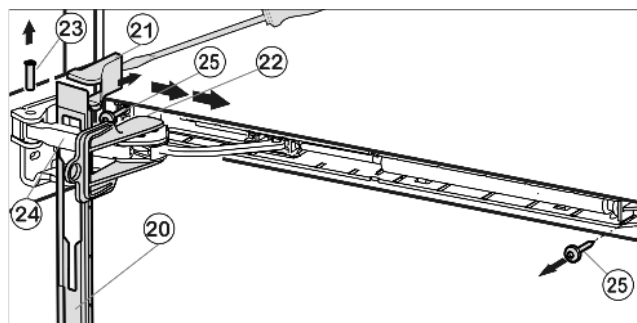

Fig. 10
- ▶ Schuif de afdekplaat naar voren, over de demperbeugel Fig. 10 (24) in de richting van het apparaat.
- ▶ Beveiliging Fig. 10 (22) in het langsgat vastklikken.
- ▶ Afdekking Fig. 10 (21) met een schroevendraaier vanaf de buitenkant optillen en naar buiten afnemen.
- ▶ Bout Fig. 10 (23) van onderaf uitdrukken.
- ▶ Demperbeugel Fig. 10 (24) in de richting van de deur drukken.
- ▶ Afdekplaat Fig. 10 (20) afnemen.
- ▶ Complete sluitdemper-eenheid losschroeven (2 maal Torx® 15) Fig. 10 (25).